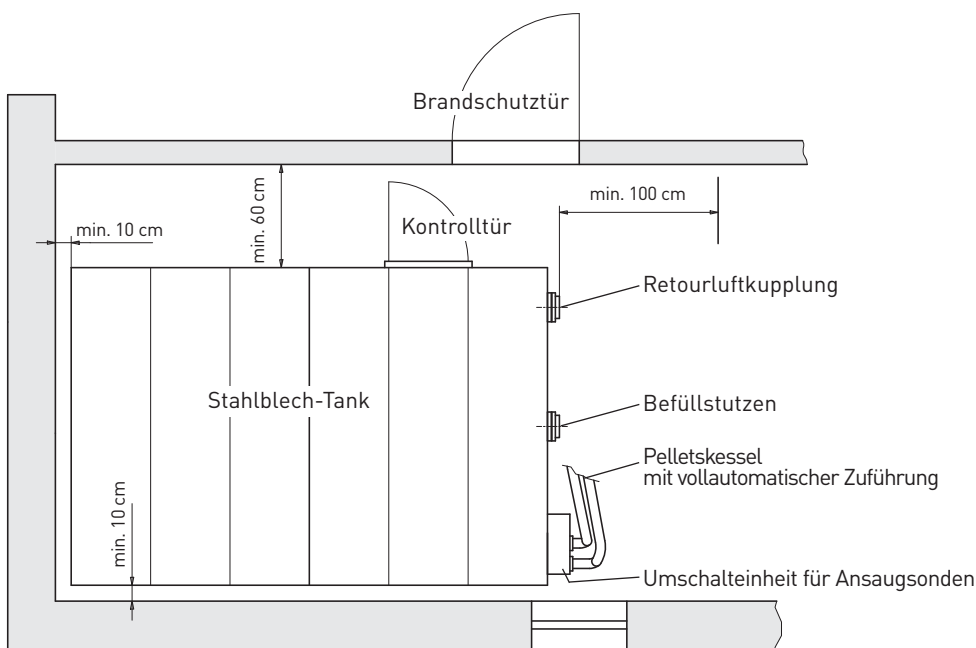

Abb. 21 Stahlblech-Tank und Heizraum - Ansicht von oben
- Seitlicher Platzbedarf mindestens 10 cm zur Wand bzw. bei der Kontrolltür, Umschalteneinheit mindestens 60 cm und bei den Befüll- und Retourluftstutzen mindestens 100 cm – Abb. 21.